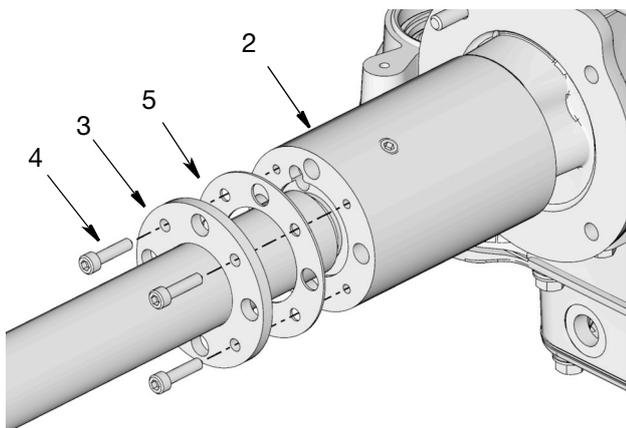

图 21
7. 仅适用于管中管型号：拆下将管子 (3) 固定到泵适配器 (2) 的螺栓 (4)。拆下管子和垫圈 (5) 并放好，以备重装 (图 21) 时使用。